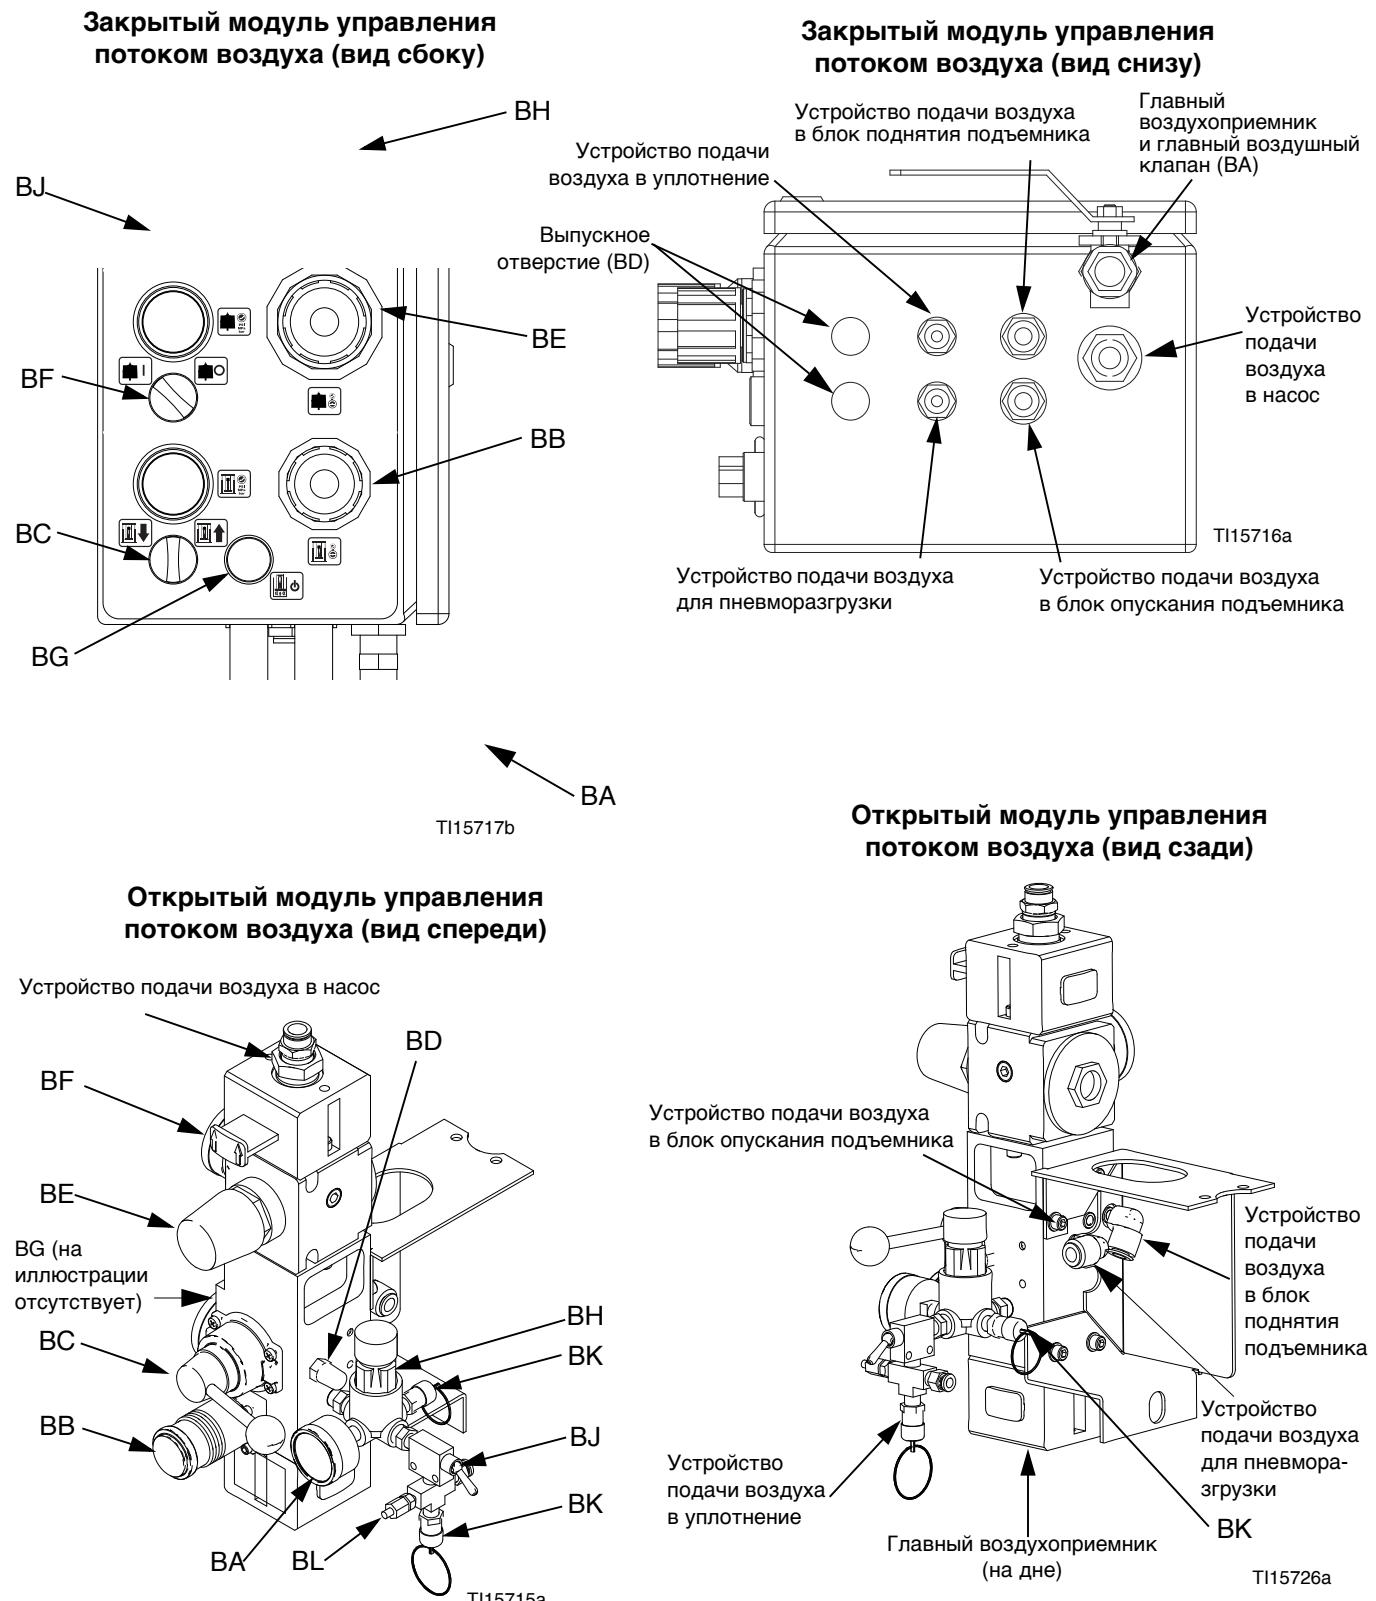
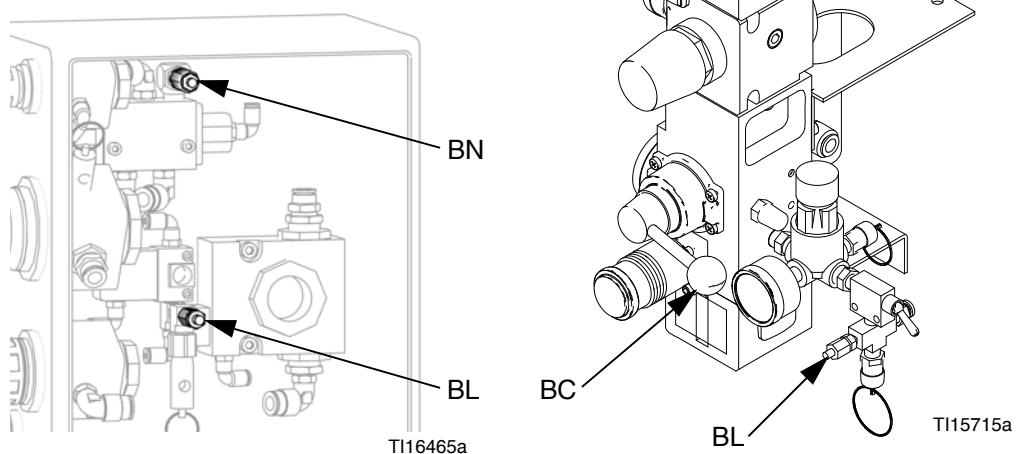

Рис. 3. Модули управления потоком воздуха
Рис. 4. Переливной клапан уплотнения и шумоглушитель с клапаном
- H Закрытый модуль управления потоком воздуха (см. Рис. 3; также выпускается открытый модуль управления воздухом.)
См. Рис. 3. Размер воздухоприемника в закрытом модуле управления потоком воздуха составляет  $1/2 \text{ npt(f)}$ , а в открытом —  $3/4 \text{ npt(f)}$ . В число встроенных средств управления потоком воздуха входят следующие.
- **Главный воздушный клапан (BA).** Данный клапан предназначен для включения и выключения подачи воздуха в систему. В закрытом состоянии клапан снимает давление в нижерасположенных устройствах.
- **Регулятор подачи воздуха в подъемник (BB).** Данный регулятор позволяет контролировать давление в подъемнике при его поднятии и опускании.
- **Переключающий клапан блока управления подъемником (BC).** Данный клапан используется для управления подъемником.
- **Выпускное отверстие с шумоглушителем (BD).**
- **Регулятор пневмодвигателя (BE).** Данный регулятор контролирует давление воздуха в двигателе.
- **Переключающий золотниковый клапан пневмодвигателя (BF).** Данный клапан предназначен для включения и выключения подачи воздуха в пневматический двигатель. В закрытом состоянии клапан стравливает воздух, скопившийся между этим клапаном и пневмодвигателем.
- **Клапан пневморазгрузки (BG).** Данный клапан позволяет включать и выключать подачу воздуха с целью выталкивания пластины подъемника из пустого барабана. Для этого используется воздухопровод.
- **Регулятор подачи воздуха в надувное уплотнение (BH).** Данный регулятор позволяет контролировать давление воздуха в надувном уплотнении.
- **Выключатель надувного уплотнения (BJ).** Данный выключатель контролирует процедуры надувания и сдувания уплотнения пластины подъемника.
- **Клапан снятия давления (BK).** Данный клапан автоматически снимает избыточное давление.
- **Переливной клапан уплотнения (BL).** Данный клапан стравливает воздух из надувного уплотнения для сужения барабана. Место расположения клапана в системе с открытым модулем управления потоком воздуха см. на Рис. 3. При наличии закрытого модуля управления потоком воздуха клапан располагается внутри коробки с модулем. См. Рис. 4, стр. 16.
- **Шумоглушитель с игольчатым клапаном (BN).** Данный глушитель позволяет регулировать скорость снижения пластины подъемника. Глушитель располагается внутри коробки с закрытым модулем управления потоком воздуха. При наличии открытого модуля управления потоком воздуха необходимость в глушителе отпадает, так как скорость снижения подъемника можно регулировать с помощью клапана блока управления подъемником.
См. Рис. 3. Переведите выключатель пневмодвигателя (BF) в положение OFF («Выкл.»).
См. Рис. 3. Закройте золотниковый клапан пневмодвигателя (BF).
2. Переведите регулятор подачи воздуха в блок управления подъемником на ноль. Установите переключающий клапан блока управления подъемником (BC) в положение DOWN («Вниз»). В результате подъемник медленно опустится.
4. Переведите выключатель надувного уплотнения (BJ) в положение OFF («Выкл.»).
6. Закройте главный воздушный клапан (BA).
**ПРИМЕЧАНИЕ.** При наличии закрытого модуля управления потоком воздуха нужно выполнить следующие действия. Для увеличения или уменьшения скорости хода пластины подъемника вниз отрегулируйте положение клапана на шумоглушителе (BN) в коробке управления. См. Рис. 4, стр. 16.
**При наличии открытого модуля управления потоком воздуха нужно выполнить следующие действия.** Для увеличения или уменьшения скорости хода пластины подъемника вниз отрегулируйте положение клапана блока управления (BC).
См. Рис. 3, стр. 12.